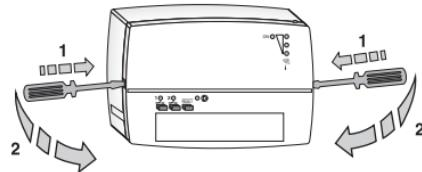

Abb. 3.i
- Führen Sie zuerst auf der einen, dann auf der anderen Seite einen Schraubendreher in die dafür vorgesehenen Schlitzte an den Seiten des Gerätes ein, üben Sie einen leichten Druck auf den Schließhaken aus und heben Sie dann mit Hilfe einer kleinen Drehung des Schraubendrehers nach vorn (wie in Abbildung 3.i) das Frontteil ab.